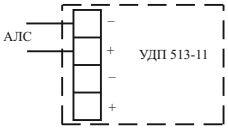

Рисунок 3
- 6.9 Подключить провода АЛС к клеммным соединителям (положительный повод АЛС – к клеммным соединителям с маркировкой «+», отрицательный – к клеммным соединителям с маркировкой «-») (рисунок 3). УДП подключается к прибору при помощи двухпроводной АЛС с номинальным сечением проводов от 0,35 до 1,5 мм².